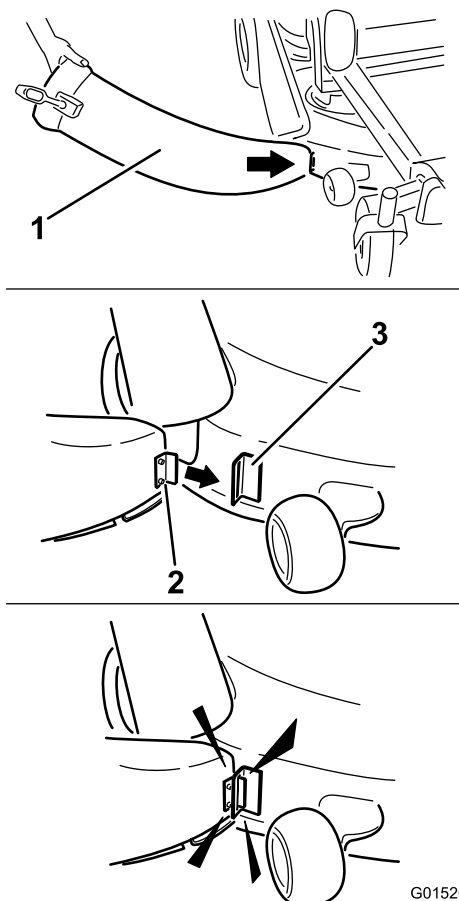

Figure 19
1. Inclinez la languette en métal à l'avant de l'éjecteur dans la fente du support qui est soudé au plateau de coupe, juste devant la découpe (Figure 19).